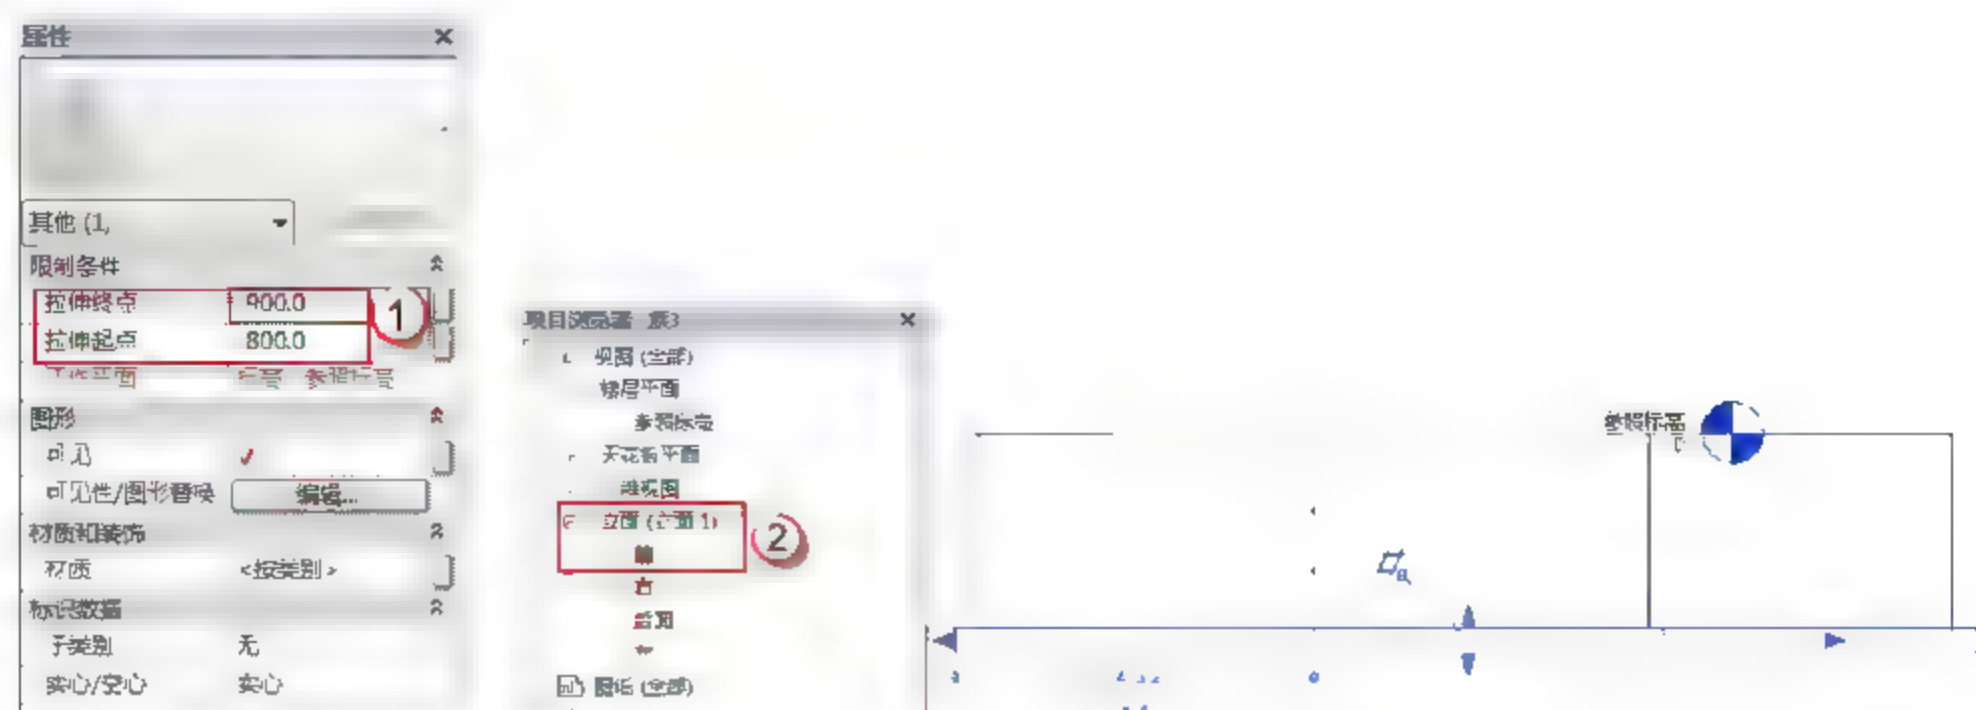

图 2.1.71 定义垫层高度
(7) 定义垫层高度。在“属性”面板中，在“拉伸起点”后输入数值 800，在“拉伸终点”后输入数值-900，在“项目浏览器”面板中选择“立面”→“前”命令，观看承台高度，如图 2.1.71 所示。